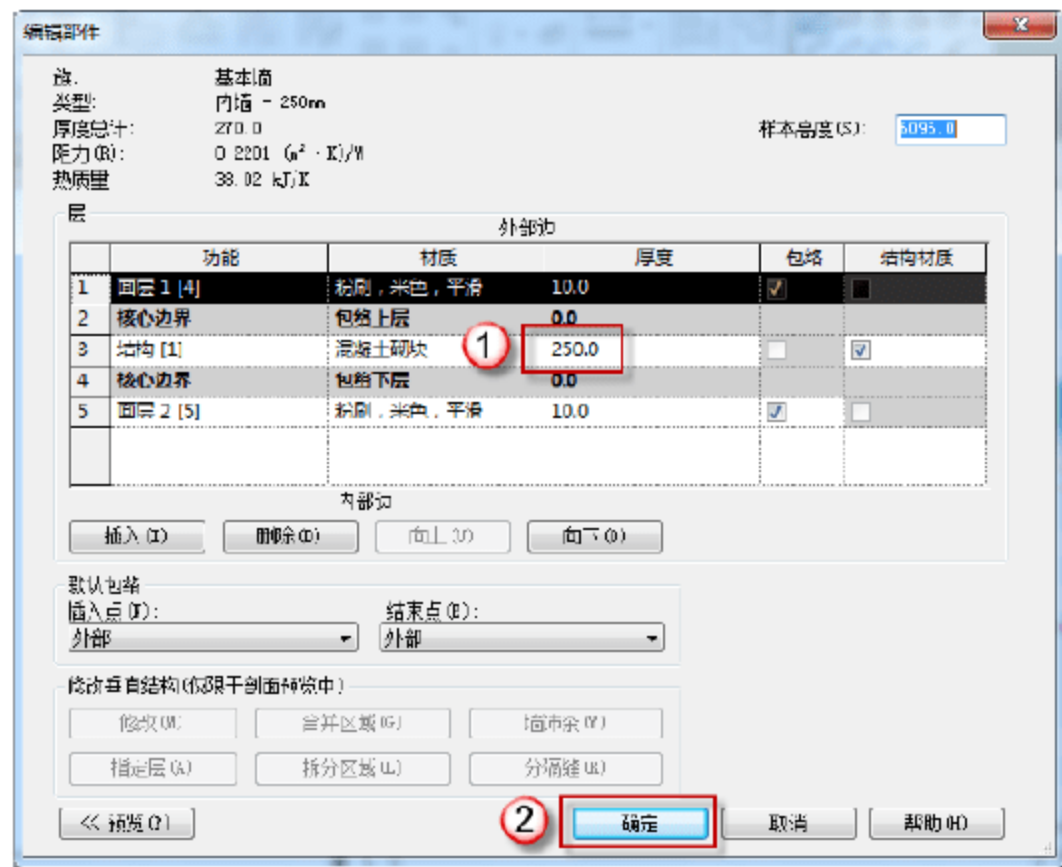

图 9.1.39 设置“结构[1]”的厚度
(12) 设置“结构[1]”的厚度。在返回的“类型属性”对话框中，单击“结构”参数后的“编辑”按钮，在弹出的“编辑部件”对话框中，在“厚度”参数下，将结构[1]的厚度由“200mm”改为“250mm”。如图 9.1.39 所示。